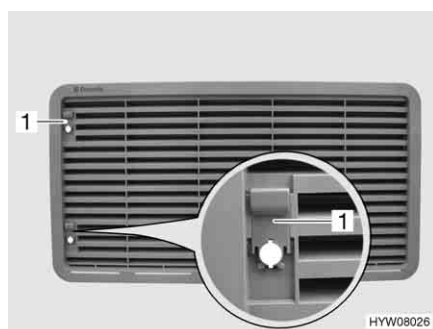

Fig. 147 Griglia di aerazione del frigorifero (con cursore)
- Spingere il cursore (Fig. 147,1) verso l'alto.